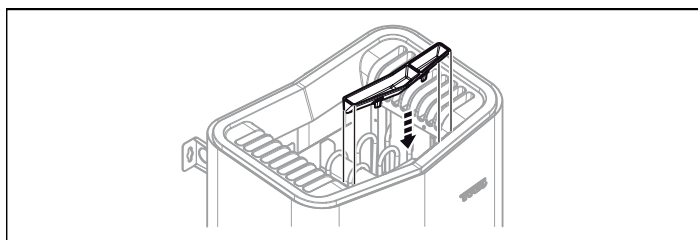

Fig 9: Montering av doftbehållare/luftfuktare
7. Montera örtskål/luftfuktare (se Fig 9, sidan 3).